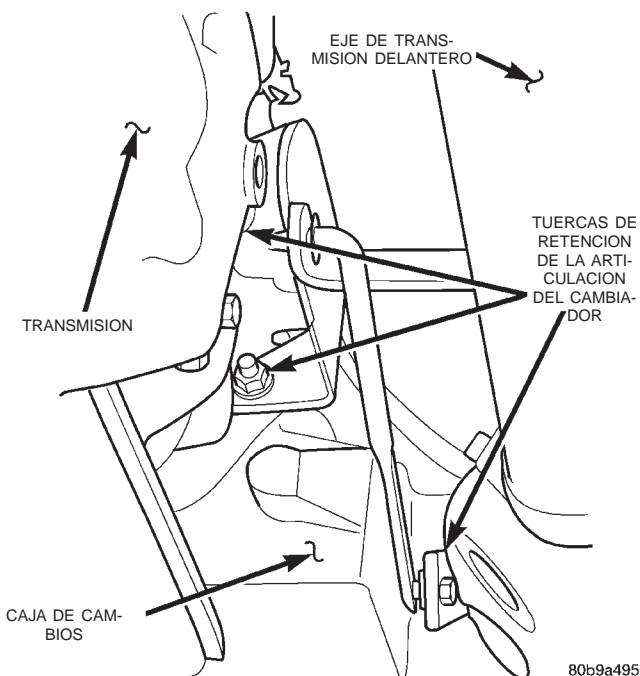

Fig. 22 Articulación de la caja de cambios — 4x4
(4) Instale los tubos de combustible en el separador de combustible y agua.
(5) Conecte los conectores eléctricos a la parte inferior del separador de combustible y agua.
(6) Instale el tubo de presión de líquido de la dirección asistida en el mecanismo de dirección.
(7) Instale el filtro de aceite y el adaptador en el motor. Apriete el perno de retención del adaptador con una torsión de 50 N·m (37 lbs. pie). Llene el filtro de aceite antes de la instalación.
(8) Instale la cubierta del ventilador y ambos ventiladores de refrigeración como conjunto en el vehículo.
(9) Eleve el vehículo en un elevador.
(10) Instale el conjunto de la transmisión y la caja de cambios en el vehículo.
(11) Instale todos los pernos que sujetan la transmisión al conjunto del motor. Apriete con una torsión de 74,6 N·m (55 lbs. pie).
(12) Emplace, conecte y sujete todos los conectores eléctricos y las mangueras de respiradero de la caja de cambios y la transmisión en su posiciones originales.
(13) Instale el travesaño de soporte de la transmisión. Apriete los pernos con una torsión de 50 N·m (37 lbs. pie).
(14) Instale las (3) tuercas de retención de la articulación de la caja de cambios (Fig. 22).